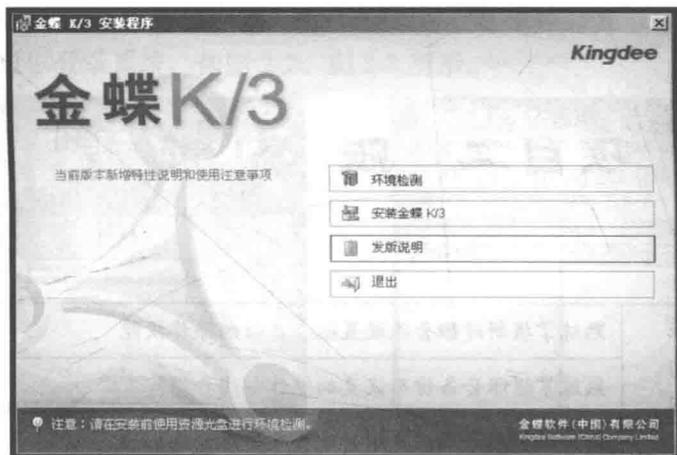

图 1-14 安装程序
(1) 单击“安装金蝶 K/3”,开始金蝶 K/3 的安装过程,如图 1-14 所示。